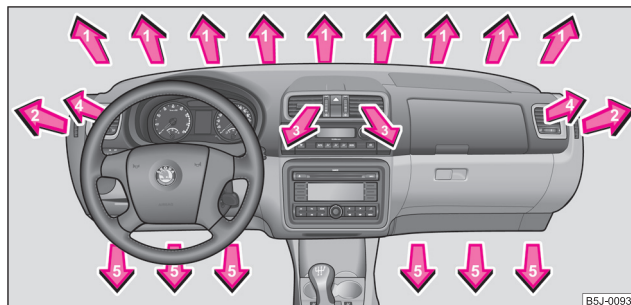

Fig. 108 Gurile de ventilație a aerului
- Gurile de ventilație 4 ⇒ pagina 88, fig. 108 deschise și îndreptate spre geamurile laterale.
- Gurile de ventilație 4 ⇒ pagina 88, fig. 108 deschise și îndreptate spre geamurile laterale